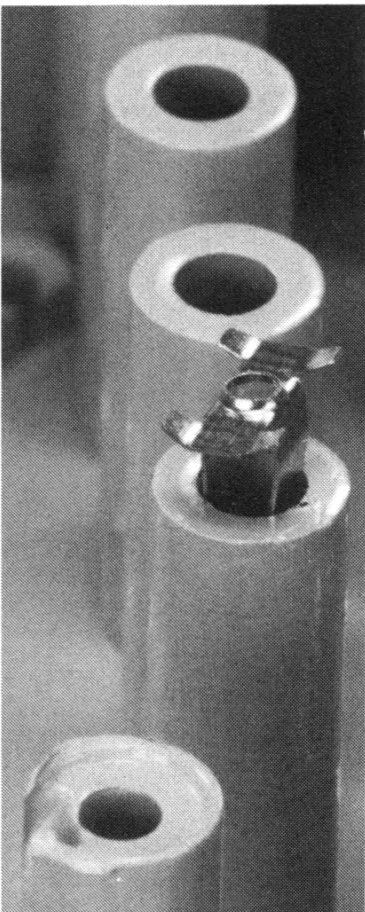

Abb. 3
4. In jede Federhülse eine Kontaktfeder einsetzen (Abb. 3).